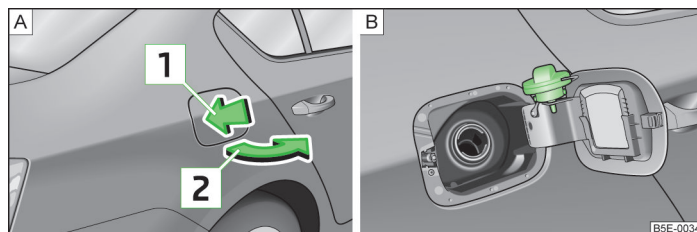

Fig. 171 Trappe du réservoir ouverte/trappe du réservoir avec bouchon dévissé
Les types de carburant prescrits pour votre véhicule sont indiqués sur la face intérieure de la trappe du réservoir » fig. 171 à la page 201 - [\[B\]](#).
- Appuyez sur la trappe du réservoir dans le sens de la flèche [\[1\]](#) » fig. 171.
- Faire tourner le bouchon du carburant vers la gauche et l'insérer dans l'alésage de la trappe de réservoir » [fig. 171 - \[B\]](#).